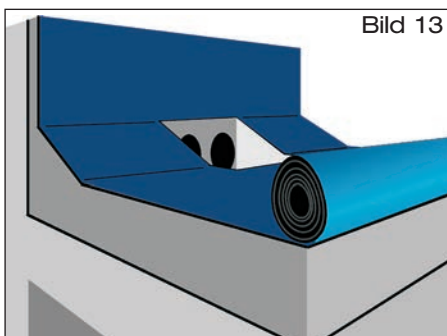

Bild 13
- 2.5 Zweite Lage der Dachdichtungsbahn über Ablauf ausrollen. Im Bereich des Attikaablaufes Aussparung mit Abmessungen entsprechend Außenkonturen der Sieböffnung vorsehen (Bild 13). Zweite Lage der Dachdichtungsbahn zurückrollen, Anschlussbahn und zweite Lage der Dachdichtungsbahn gemäß Verlegevorschriften des Dachdichtungsbahnherstellers verschweißen. Überstände der Abdichtungslage in den Einlaufbereichen sind zu entfernen.